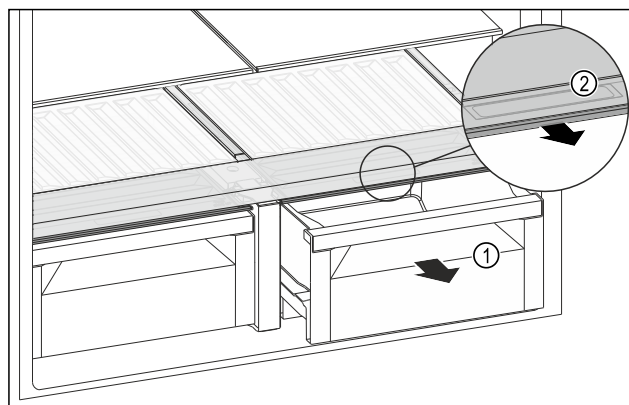

Fig. 141
- ▶ Izvucite ladicu Fig. 141 (1).
- ▶ Primite ručku Fig. 141 (2) na poklopcu pretinca i istodobno povucite poklopac pretinca prema naprijed.